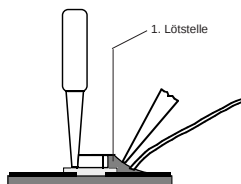

Fig. 4
- Schritt: CHIP an der Lötstelle ansetzen, zentrieren und anlöten (Fig. 4).